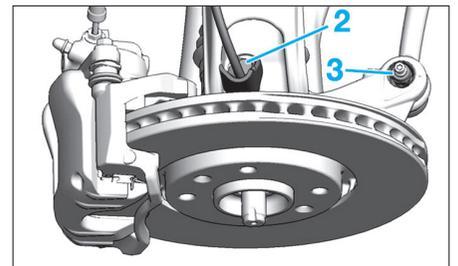

Fig. 24
- Déposer la fixation (2) (Fig.24), son capteur et l'écrou de la biellette de direction (3).